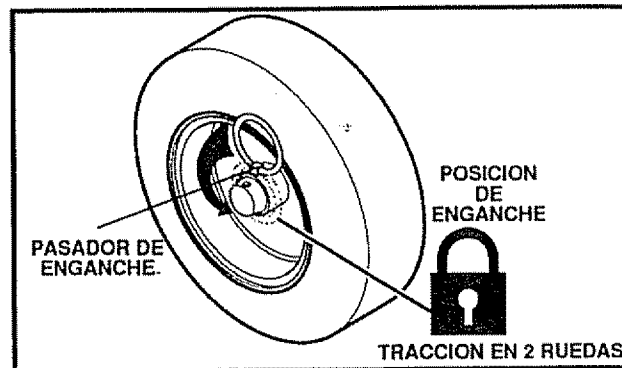

FIG. 12A
- La rueda izquierda está asegurada al eje mediante un pasador de enganche en anillo (vea la Fig. 12A). Esta unidad fue despachada con el pasador en la posición de enganche (a través del orificio de la rueda)